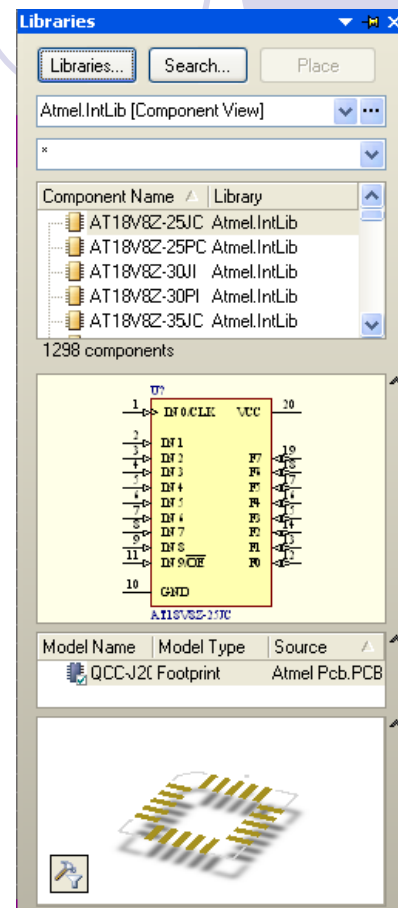

图14-17 Protel99SE的库文件就转换为Atmel.IntLib
(12) 选择Project → Compile Integrated Library Atmel.LibPkg，编译完成后自动打开库元器件编辑界面。这样Altium Designer就在“F:\Altium Designer9\Protel99se库文件转AD9\Project Outputs for Atmel”文件夹下生成了一个集成元件库：Atmel.IntLib。打开Libraries面板，就会发现在库列表中所生成的库即为当前库，在该列表下面，会看到每个器件名称都对应一个原理图符号和一个PCB封装，如图14-17所示。